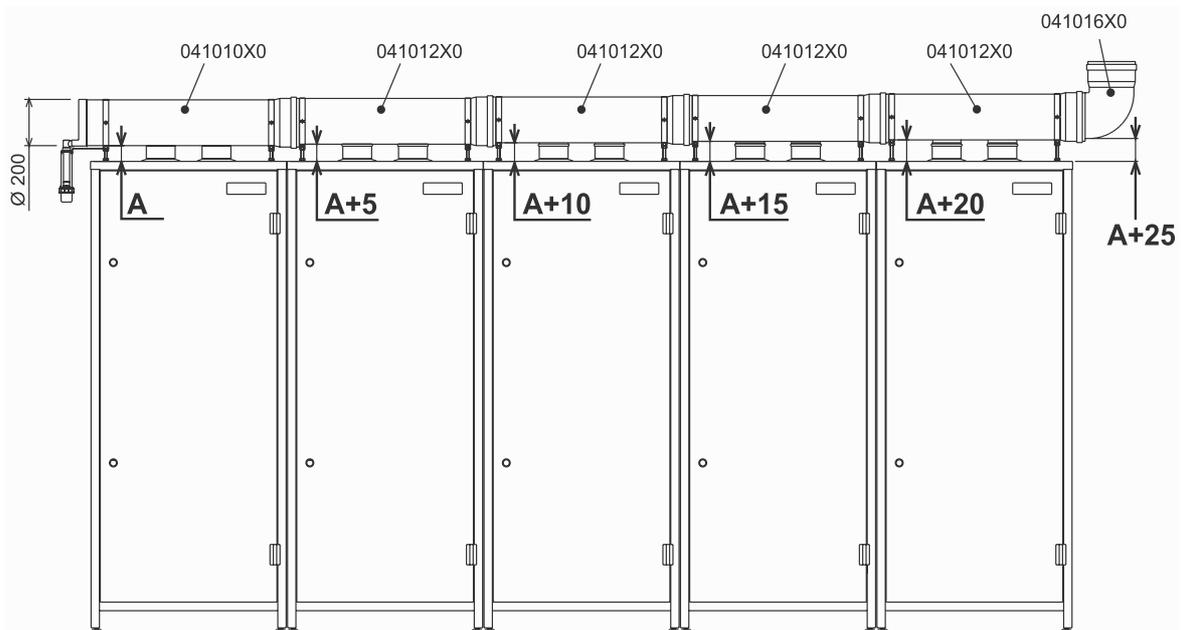
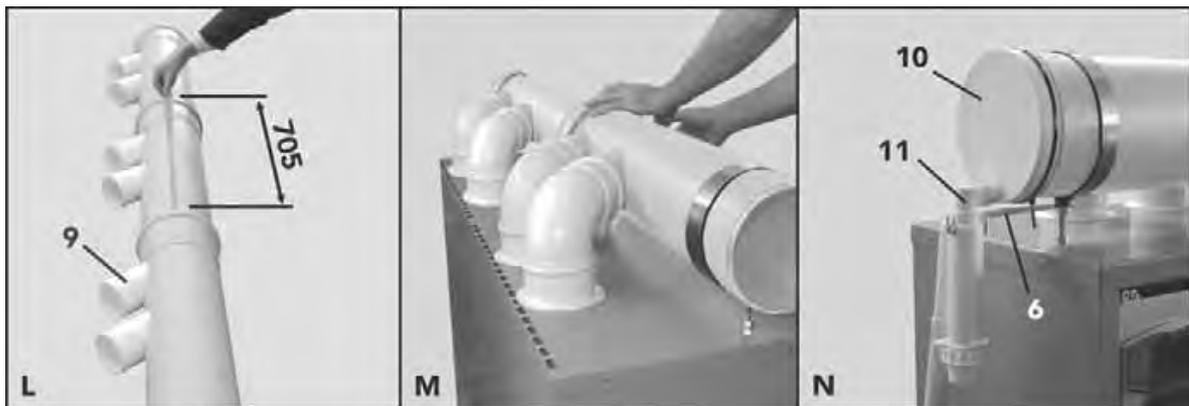

Рис. 26 - Установка пяти модулей
Рис. 30
- L** Применяя различные соединители (9) и выдерживая приведенный на картинке L, Рис. 30, размер 705 мм, соберите на ровной поверхности общий дымоход.
- M** Установите собранный дымоход. На верхних панелях модулей размещен предварительно смонтированный крепеж. Последовательно затягивая на собранных секциях диаметром 100 мм указанный крепеж, смонтируйте дымоход. Проверьте корректность монтажа дымохода. Должен быть выдержан необходимый угол уклона (Рис. 26). Должна быть соблюдена комплектация соответствующими отводами, обратными клапанами, соединителями и т.д. (Рис. 30). Проверьте герметичность установленных соединений и надежность крепежа.
- N** Установите заглушку (10), зафиксируйте при помощи кронштейна (6) сифон общего дымохода (11), обеспечьте отвод конденсата (например через общий коллектор для отвода конденсата внутри модулей).